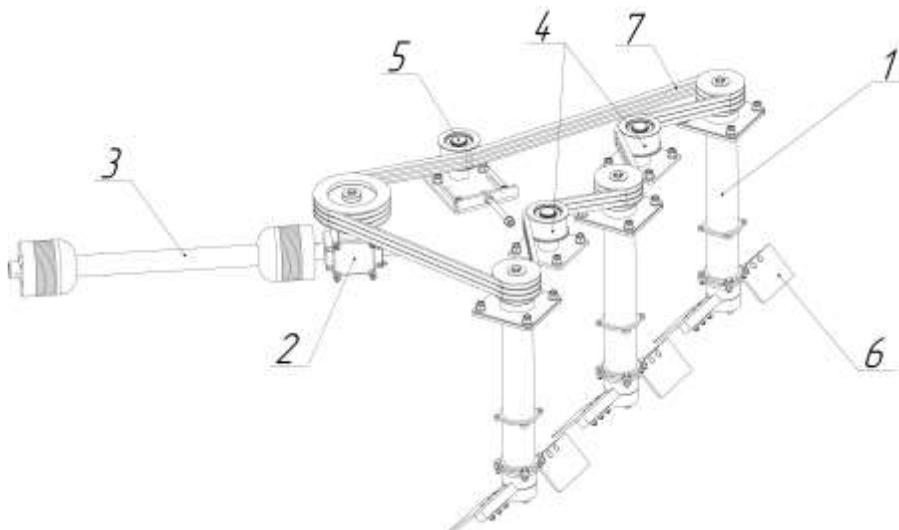

Рисунок 3 – Привод
3.4 Привод (рисунок 3) машины осуществляется от ВОМ трактора (1000 об/мин). Крутящий момент через карданный вал 3, редуктор 2 посредством ременной передачи 7 передается на стойки привода 1. Для большего угла обхвата шкивов ремнями установлены два обводных ролика 4. При необходимости ремни натягиваются при помощи натяжного устройства 5. Удаление ботвы осуществляют ножи 6, установленные под углом 45° для создания потоков воздуха, поднимающих ботву лука, моркови и т.п. Передаточное число редуктора и ременной передачи и редуктора $I=1,6$.